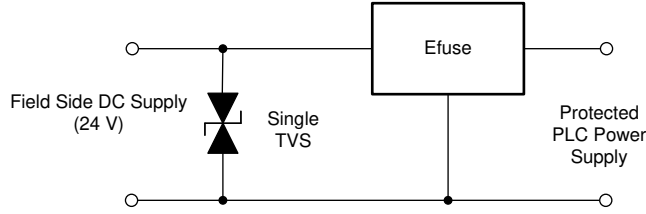

图 2-1. 电子保险丝集成解决方案
基于电子保险丝的浪涌保护解决方案如图 2-1 中所示。它仅需一个 TVS 二极管即可保护 PLC 免受浪涌的影响。该器件不需要任何无源整形电路，即可降低浪涌的压摆率。它可以处理最快达 $20\text{V}/\mu\text{s}$ 的压摆率。内置背对背 FET 和反极性保护电路可有效阻止因负浪涌而产生的负电压。
- 更新了图 2-1 3